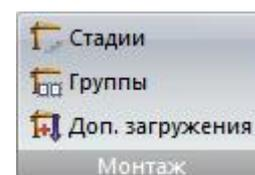

Рис. 70. Панель **Монтаж**
- **Монтаж** (рис.70) – задание информации для компьютерного моделирования процесса возведения сооружений, которое предусматривает монтаж и демонтаж элементов, изменение условий закрепления конструкций или сопряжения элементов между собой.
Панель **Монтаж** (рис.70) содержит следующие команды: